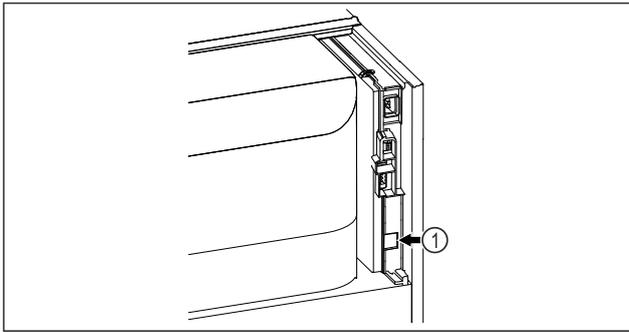

Fig. 167
- ☐ SmartModule Fig. 167 (1) установлен.